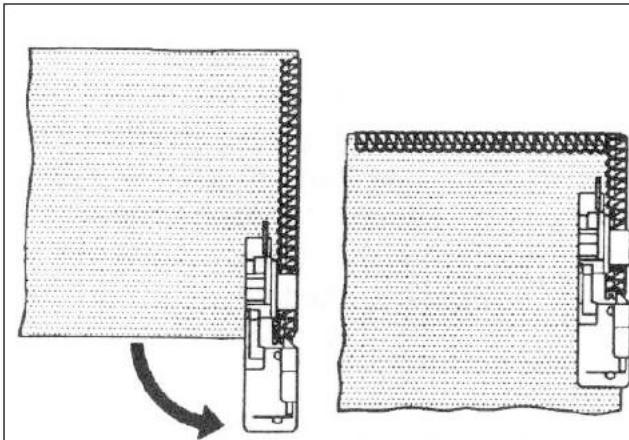

Fig. 1
3. Ruotare il tessuto, abbassare il piedino pressore e cominciare a cucire nella nuova direzione. Fig.1